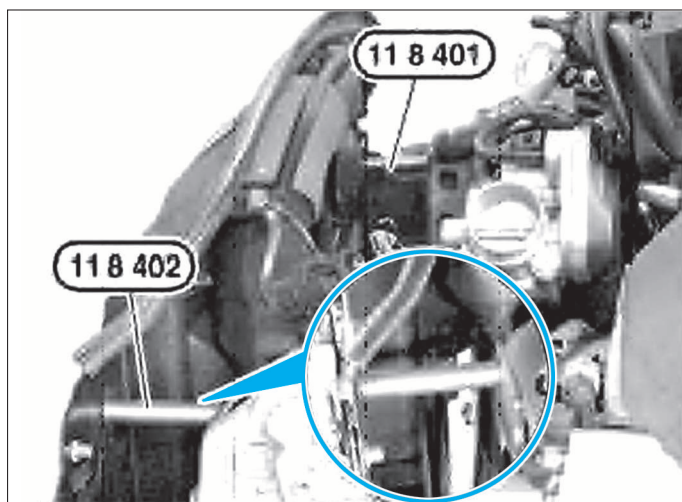

FIG. 32
- Reculer l'armature avant et mettre en place les outils spéciaux 118 401 et 118 402 (Fig.32).